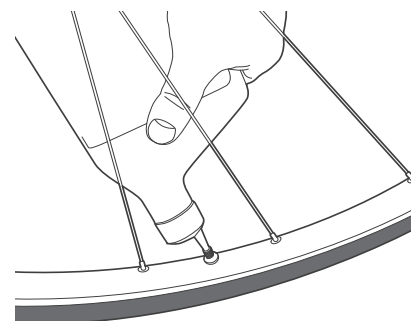

図 25. バルブからシーラントを注ぐ。
4. バルブからシーラントを注ぎます (図 25)。推奨量は、シーラントの容器を確認してください。